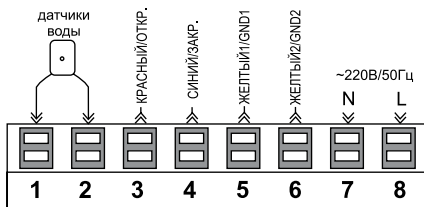

рис. 4
2. Подключите провод питания кранов, контроллер и датчиков (рис. 4):